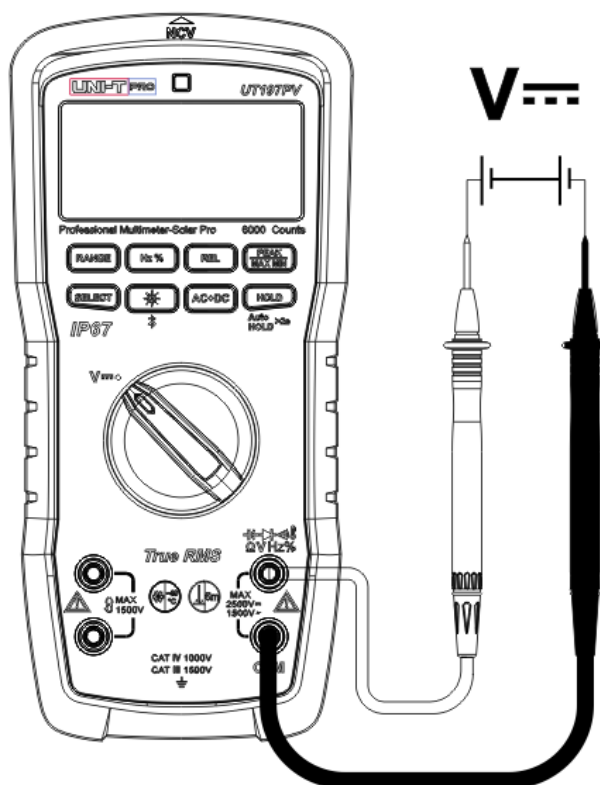

Рисунок 7
3. Измерение напряжения DC (рисунок 7)